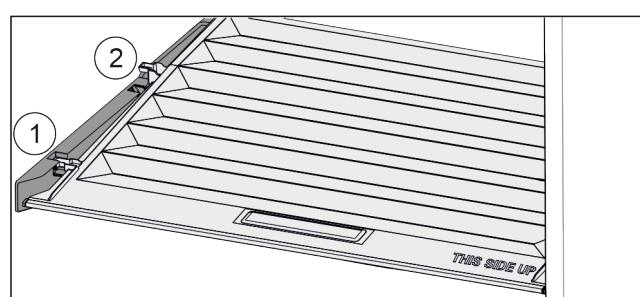

Fig. 21
▶ 将盖子向前拉 Fig. 21 (1)至定位件开口。
▶ 从下方抬起后端并向上将其移出 Fig. 21 (2)。